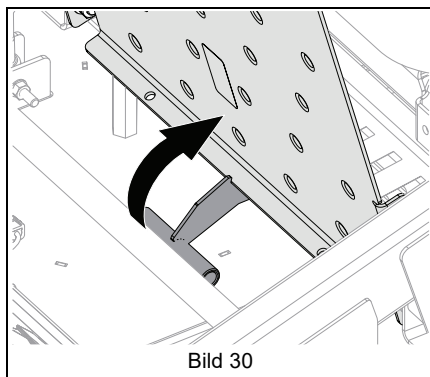

Bild 30
3. Dra i förbikopplingshandtaget och sätt fast i urtaget på fotplattan. Se Bild 30.